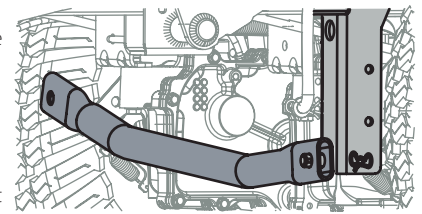

Figure 50
- Enlevez la goupille fendue sur le côté gauche de la barre qui la retient au support du châssis. Voir Figure 50.